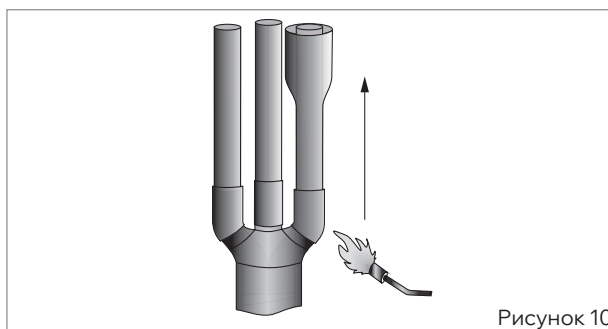

Рисунок 10
■ Надеть на каждую жилу трекингостойкую трубку таким образом, чтобы нижний край трубки заходил на палец перчатки до упора и усадить, начиная с основания пальцев. После усадки по торцам трубок должен быть виден выступивший расплавленный клей (рис. 10).